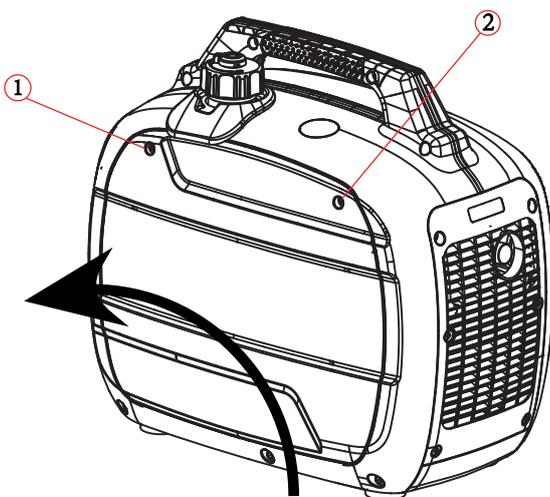

Figure 1
VOM GERÄT ABNEHMEN (Abbildung 1).
Entfernen Sie mit einem Kreuzschlitzschraubendreher Nr. 2 die Schrauben ① und ② (siehe Abbildung 1) und heben Sie die Seitenwand nach oben ab.